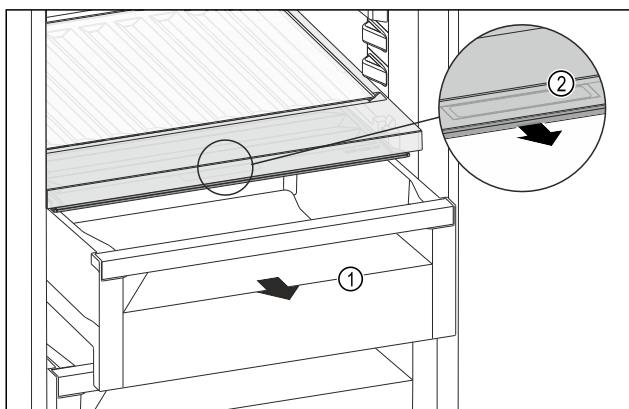

Fig. 109
- Izvucite ladicu Fig. 109 (1).
- Primite ručku Fig. 109 (2) na poklopcu pretinca i istodobno povucite poklopac pretinca prema naprijed.